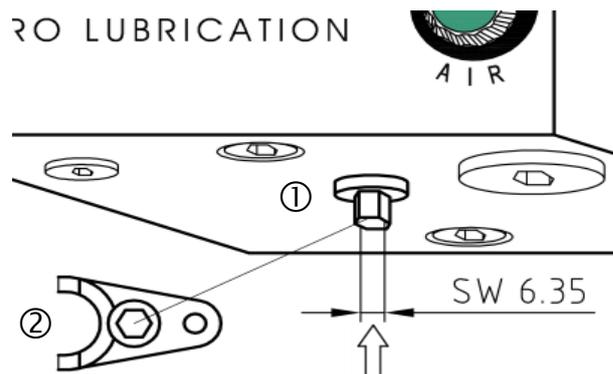

Abb. 17: Entlüftungsschraube ① an Unterseite Dosierblock – Werkzeug ② mit Innensechskant
8.2.2 Entlüftungsschraube (Abb. 17 ①) an der Unterseite des Dosierblockes von Hand oder mit dem Servicewerkzeug (Abb. 17 ② SW 6.35) ca. 2 Umdrehungen öffnen und den Schmierstoff so lange ablassen, bis dieser blasenfrei austritt (Dauer: Ca. 5 Sekunden); danach wieder vollständig schliessen. Zudrehen von Hand ist ausreichend (O-Ring Hemmung). Um das hydraulische System zu spülen oder den Behälter zu entleeren, kann die Entlüftungsschraube komplett herausgeschraubt werden.